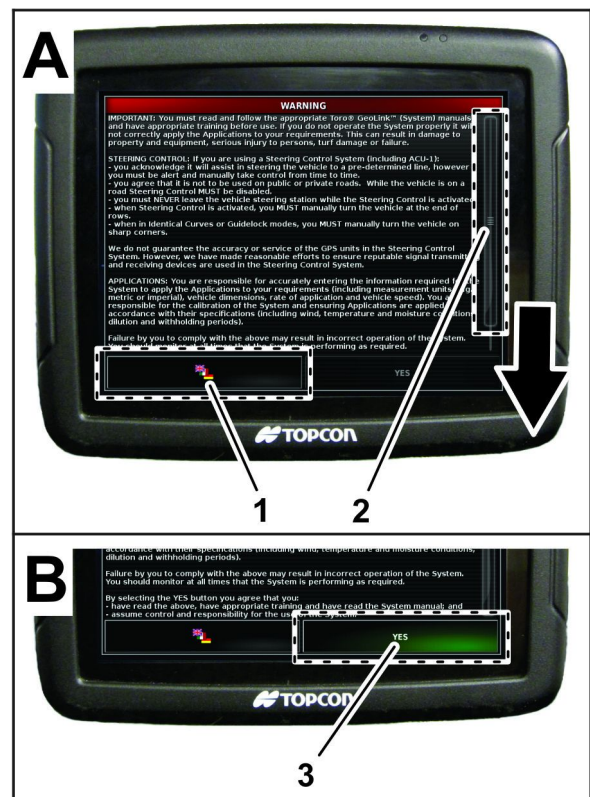

Bild 15
1. Tippen Sie ggf. auf das Sprachen-Symbol, um die Sprache für das X-25-Display zu ändern (Bild 15).
3. Lesen Sie die EULA (Bild 15).
Navigieren Sie mit der Bildlaufleiste zum Ende des Bildschirms. Das JA-Symbol ändert sich zu grün (**Bild 15**).
4. Tippen Sie auf das JA-Symbol, um den Startbildschirm anzuzeigen (**Bild 15**).